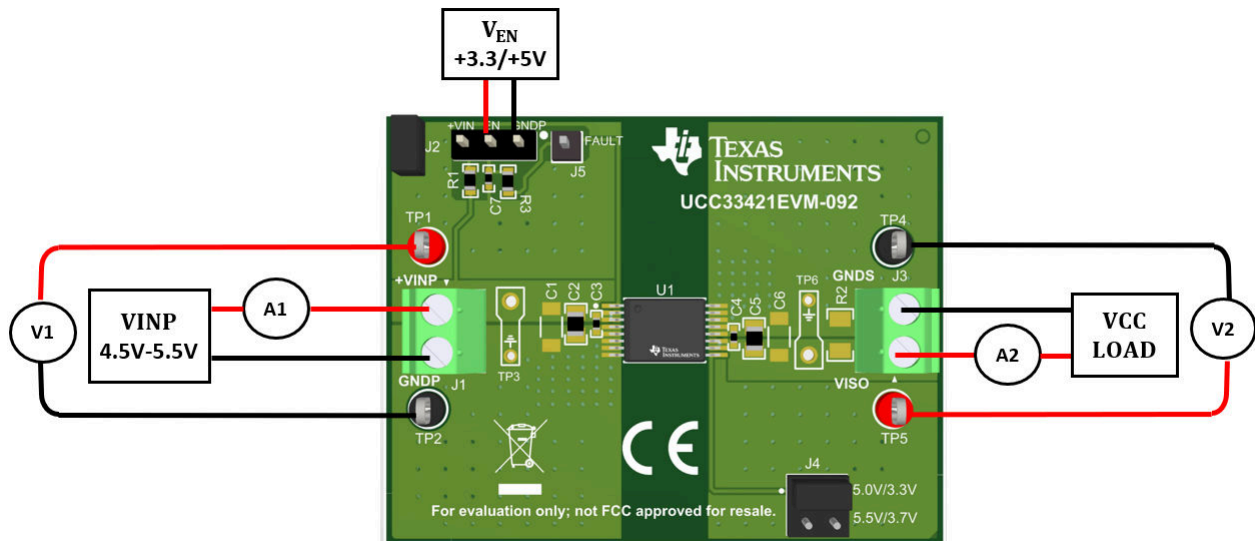

图 2-1. 典型效率测量设置
3. 在 J3:1 (V_{CC}) 和 J3:2 ($GNDS$) 之间连接一个可变负载。如果使用电子负载, 则设置为恒定电流 (CC) 300mA。在 EVM 通电之前, 将负载保持为禁用状态。
4. 当设置在低 mA 范围内时, 某些电子负载无法调节或无法稳定 CC。通过插入电流表来监测输入电流和负载电流, 如图 2-1 所示。电流探头可以与示波器结合使用, 以验证由电子负载调节的直流电流的稳定性。